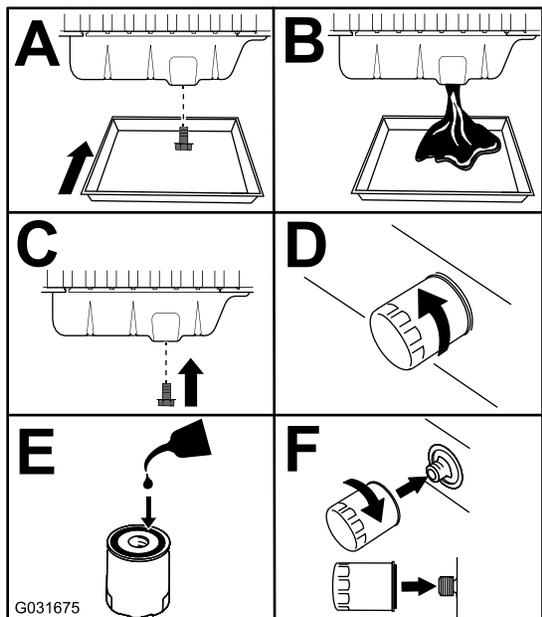

Figura 75
3. Sostituite l'olio motore e il filtro (Figura 75).